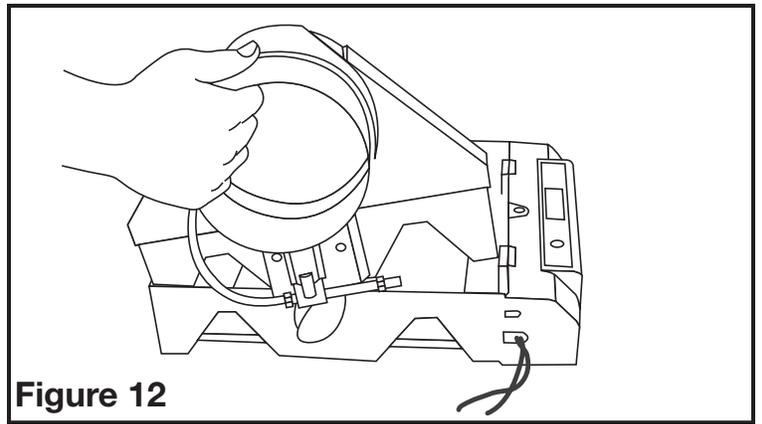

Figure 12
7. Levez le côté de l'humidificateur pour le sortir de la position à droite et tournez la pièce et placez-la de l'autre côté de l'humidificateur (**Figure 12**).